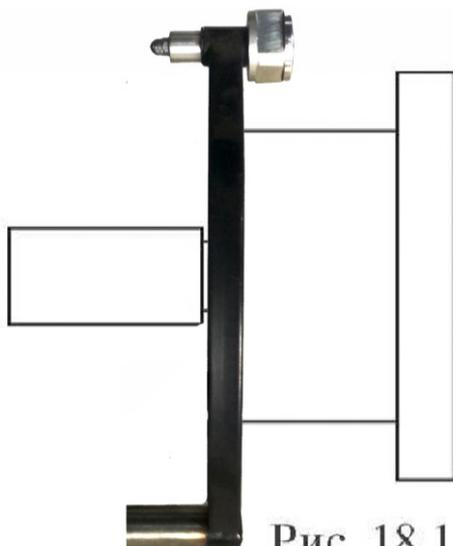
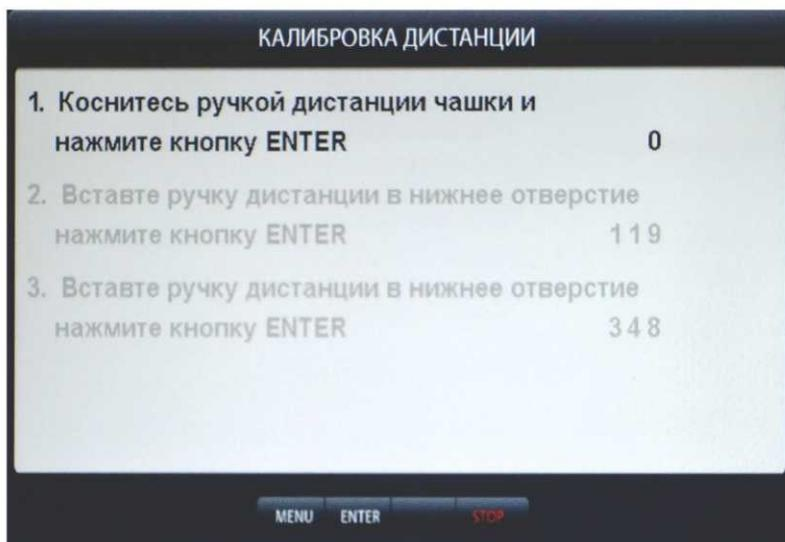

Рис. 18.1
рис.18.3
22.1.1. Калибровка тракта измерения дистанции. Для оценки погрешности устройства ввода дистанции выдвиньте штангу ввода параметров и уприте внешнюю боковую сторону её рукоятки в задний торец фланца вала, как показано на рис. 18.1. При этом на экране ввода геометрических параметров (см. рис.10.2) появится величина дистанции. Если величина дистанции не равна  $185 \pm 5$  мм, то устройство ввода дистанции требует калибровки.
КАЛИБРОВКА ДИСТАНЦИИ рис.18.3. Выдвиньте штангу ввода параметров, уприте внешнюю боковую сторону её рукоятки в задний торец фланца вала, как показано на рис. 18.1 и нажмите кнопку «ENTER». В окне КАЛИБРОВКА ДИСТАНЦИИ выделится второй пункт: «2. Вставьте ручку дистанции в нижнее отверстие, нажмите кнопку «ENTER»